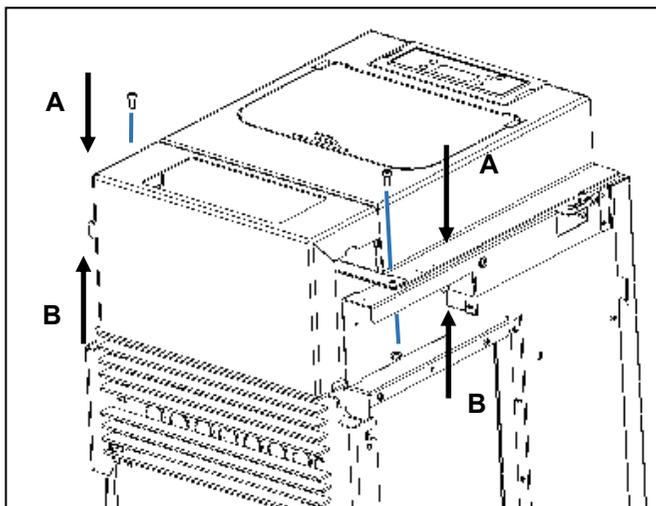

Figura 60– Apparecchiature di terminazione di fronte alla abbracciare
m) **Nel caso di Alpes K400** spingere il frontale di finitura e finitura del utilizzando superiore due viti A (DIN 912 M512) e due dadi B (M5 DIN 6923) nei fori predisposti per questo scopo vedere Figura 60-a.
n) Per mettere laterale, una prima fase nel caso di Alpes K400, leggermente piegare schede in alto, fuori, allo scopo di facilitare il montaggio del pezzo vedi Figura 60-a. Nel caso di Alpes K300 non è necessario effettuare alcun processo nonostante questo lieve contengono una scheda vedi Figura 60-B.